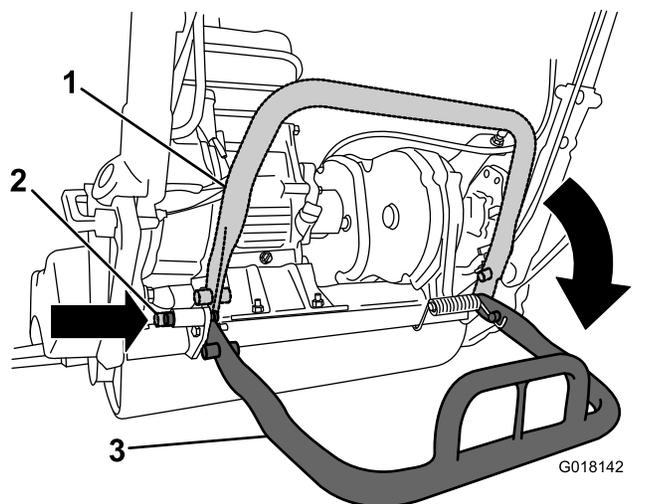

Figura 5
2. Baixe o apoio e empurre o pino de bloqueio para bloquear o apoio na posição de ASSISTÊNCIA (Figura 5). Permita que a máquina assente no apoio bloqueado.